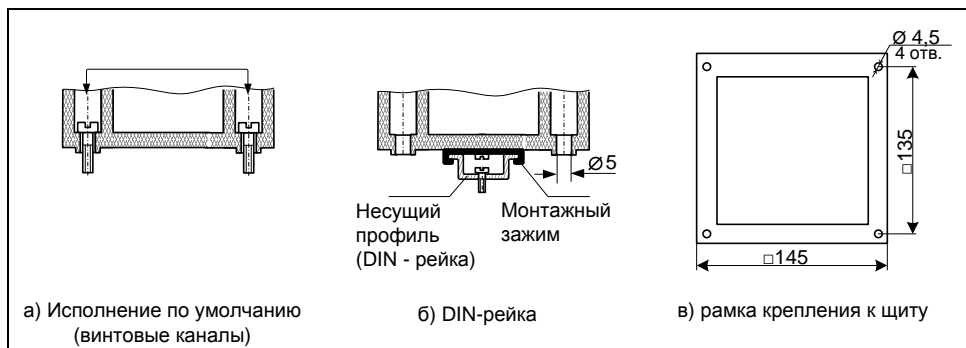

Рисунок 3
3.5.2 Крепление сигнализатора осуществляется через четыре винтовых канала (рисунок 3а), расположенных по углам корпуса (79x79). Предварительно необходимо снять лицевую панель сигнализатора, отвернув четыре винта.
3.5.3 Сигнализатор, оснащаемый по заказу монтажным зажимом (DIN-рейка), может крепиться к несущему профилю TS35/7.5 (TS35/15) (рисунок 3б).
3.5.4 Для крепления врезкой в щит сигнализатор может поставляться (по заказу) с рамкой крепления к щиту. Размеры рамки – 145x145 мм, крепежные отверстия диаметром 4,5 мм в рамке 135x135 мм (рисунок 3в).